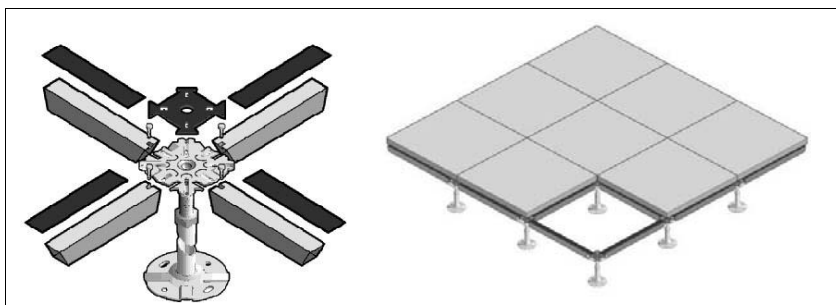

Рис. 10.5. Структура TF3-SH
- Структура TF3/SH со стрингерами, изготовленная целиком из оцинкованного железа, представляет собой устройство с закрытым квадратным сечением 25×25 мм, толщиной 1 мм. Специфика применения такой структуры — помещения с тяжелыми нагрузками на полы. С этой структурой также могут использоваться панели любого типа (рис. 10.5).